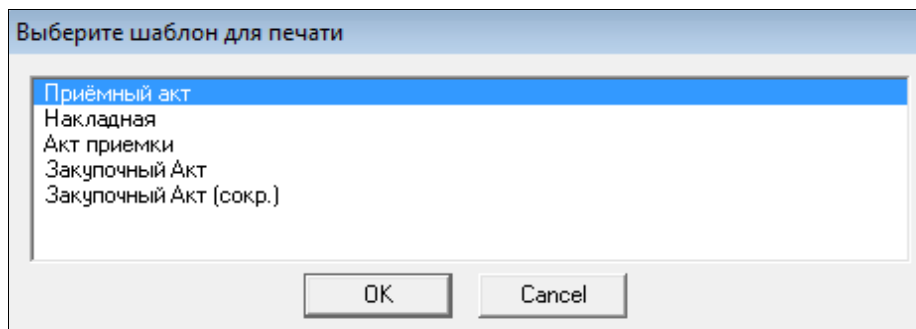

Рис. 8.2.
- *Печать документа* — сначала система предлагает выбрать шаблон для печати (см. рис. 8.2.);
- *Печать всех документов* — система предлагает выбрать шаблон для печати для каждого документа (см. рис. 8.2.);